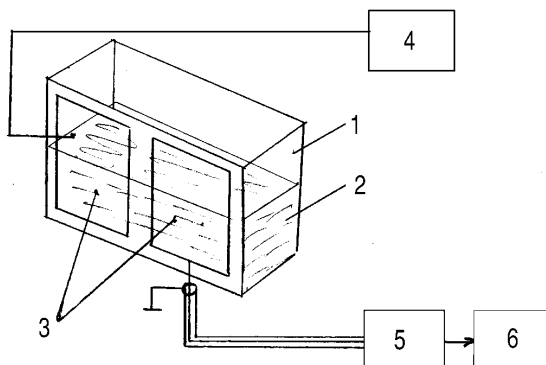

Рис.5
**Устройство для определения уровня жидкости в резервуаре** описано в патенте Франции 2447541 (рис.5). В резервуаре 1 находится жидкость 2. На боковой стенке резервуара размещены две металлические изолированные пластины 3 по всей высоте резервуара. На одну из пластин подается высокочастотный электрический сигнал от генератора 4. С другой пластины сигнал снимается, поступает на усилитель 5 и далее на измерительное устройство 6. Чем выше уровень жидкости, тем больше емкость конденсатора, образованного пласт-